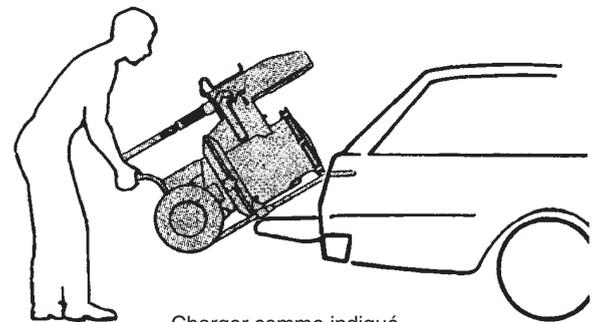

Fig. 8
10. Pour transporter le pulvérisateur, vider la coupelle de presse-étoupe, ou réduire le niveau de Lubrifiant pour coupelle de presse-étoupe (TSL) au tiers du niveau maximum ou moins, et bourrer un chiffon dans la coupelle. Charger le pulvérisateur comme indiqué fig. 8. Pour éviter les fuites de fluide hydraulique, ne jamais placer le pulvérisateur sur le côté.